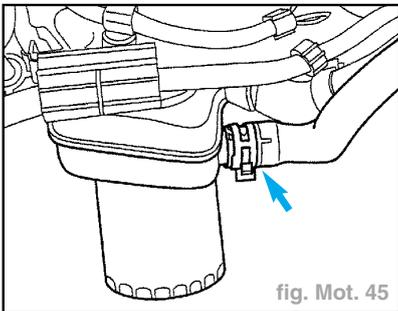

fig. Mot. 45
- Déposer en outre la durit de liquide de refroidissement sous le refroidisseur d'huile (flèche) et laisser le reste du liquide de refroidissement s'écouler (sauf sur moteur AEE) (fig. Mot. 45).